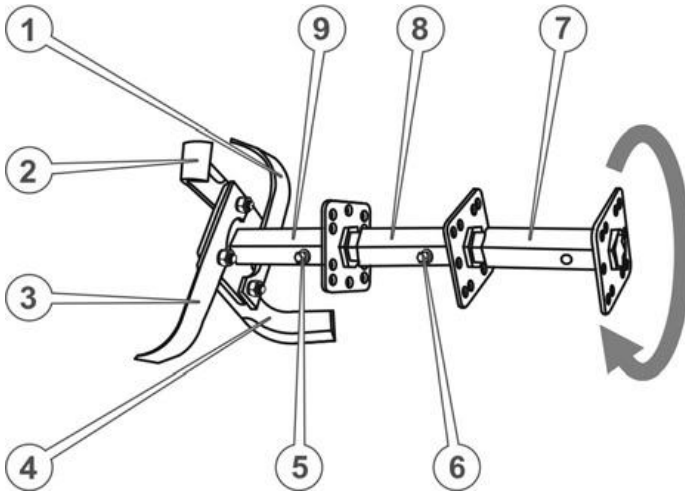
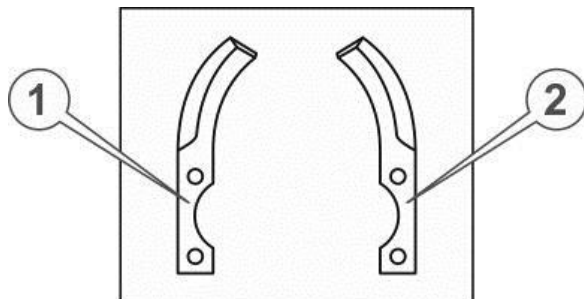

Рисунок 9 – Ґрунтофреза 4-секційна мотоблока МБ 2070Б
Рисунок 10 – Правий та лівий ножі
1. Встановити додаткову маточину ротора в шестигранний отвір основної маточини та зафіксувати, щоб уникнути можливого осьового зсуву, болтом М8х80 з плоскою і пружинною шайбою (див. рис. 9).
3. Взяти з комплекту Ґрунтофрези по одному лівому і правому ножу (див. рис. 10).
4. Притулити приготовані ножі (наприклад, поз. 2 і поз. 3 на рис. 10) до кріпильного квадрату маточини уздовж двох суміжних сторін цього квадрата у такий спосіб, щоб квадрат опинився всередині загинів ножів, загострені частини ножів були спрямовані за ходом обертання (як зазначено стрілкою на рис. 9.), кріпильні отвори ножів збіглися з отворами квадрата, водночас кінцевий отвір одного ножа (поз. 3) збігся із серединним отвором іншого ножа (поз. 2). Утримуючи ножі в такому положенні вставити в отвір болт, надіти шайби й наживити гайку.